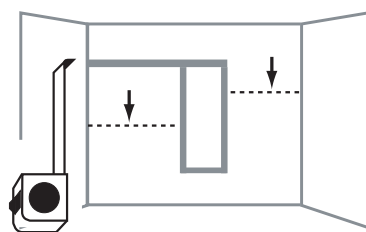

FIG. 4.0
1. Use las medidas de ubicación de altura de los estantes **INFERIORES** (D) en la cuadrícula para medir desde el estante superior hacia abajo y marque todos los lugares del estante inferior en la pared trasera del armario (Fig. 4.0).